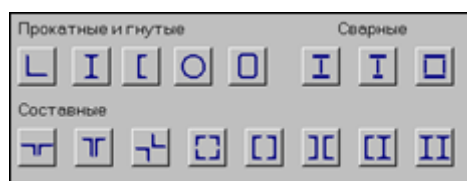

Рис. 2-9
2.4.1. Кристалл работает с шестнадцатью типами поперечных сечений элементов стальных конструкций, схемы которых представлены на Рис. 2-9. В их числе пять типов прокатных и гнутых профилей, три типа сечений, сваренных из листов, и восемь типов составных сечений, набираемых из прокатных профилей.
Для комбинированных сечений 12 - 15 (Рис. 2-9), которые имеют в своем составе решетки, соединяющие между собой ветви сечения, предусмотрены кнопки для выбора типа соединительной решетки.